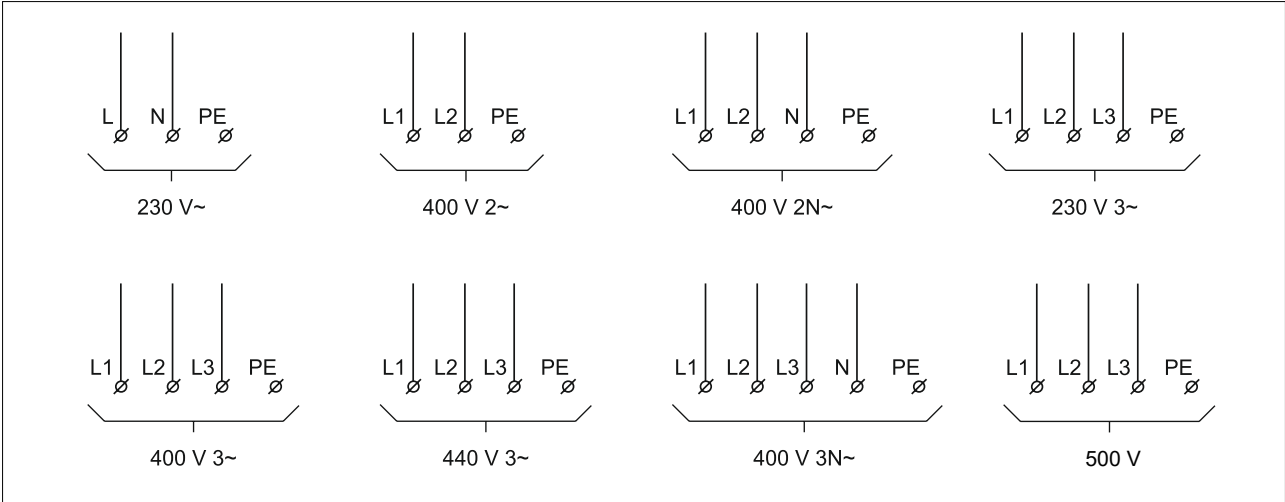

fig. 14
La figure 14 montre le raccordement de l'alimentation électrique au réchauffeur. Le réchauffeur doit être raccordé conformément aux données nominales indiquées sur la plaque signalétique. Le conducteur de protection (PE) doit toujours être raccordé. Le raccordement de l'alimentation électrique doit être conforme aux prescriptions en vigueur.